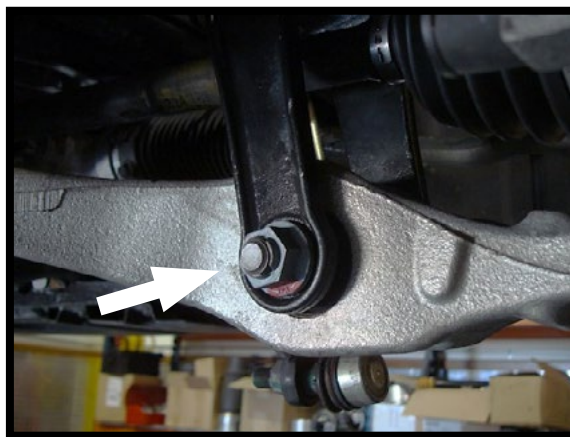

图7
9. 拆卸减震器底部安装螺母，然后拆卸螺栓，并从车上拆下空气支柱。(图7)